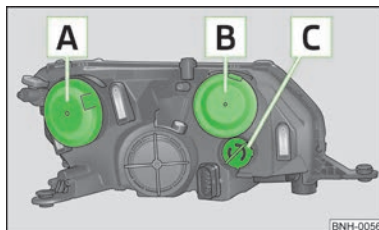

Fig. 126
- > Îndepărtați capacul din cauciuc **A** » fig. 126 la pagina 160 » pagina 160.
- Scoateți capacul din cauciuc » fig. 126 la pagina 160 » pagina 160.